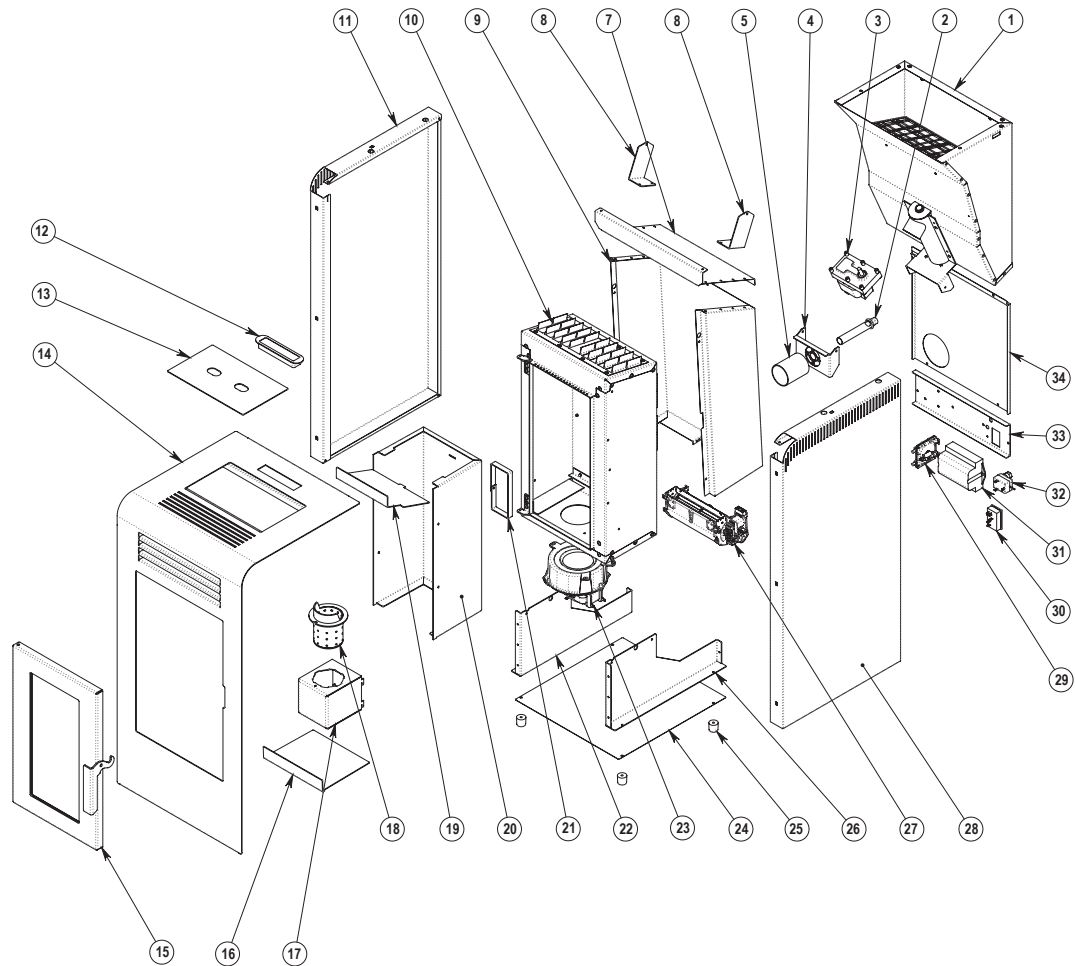

Abbildung 1
11. Prüfen Sie, ob der Ofen auf jeder der fünf Brennstufen über das richtige Luft-/Brennstoffverhältnis verfügt, indem Sie das Flammenbild auf jeder der fünf Brennstufen kontrollieren. Siehe auch Abbildung 1. Regeln Sie das Luft-/Brennstoffverhältnis nach, sofern erforderlich. Die Nachregelung des Luft-/Brennstoffverhältnisses darf ausschließlich durch einen Qlima-Service-techniker ausgeführt werden.